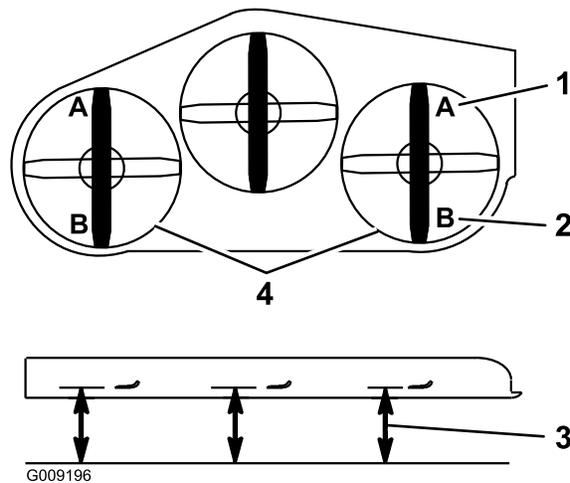

Figure 93
9. De chaque côté du tablier de coupe, mesurez la distance entre la surface plane et la pointe avant de la lame (position A). La distance obtenue doit être de 7,6 cm (3 po); voir Figure 93.
16. De chaque côté du tablier de coupe, mesurez la distance entre la surface plane et la pointe arrière de la lame (position B). La distance obtenue doit être de 8,3 cm (3,25 po); voir Figure 93.